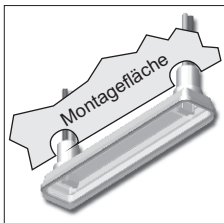

Abb. 2 Fig. 2
- Positionieren Sie die Leuchte und kleben Sie deren Befestigungshülsen mit einem Tropfen Sekundenkleber an der Montagestelle fest (Abb. 2).